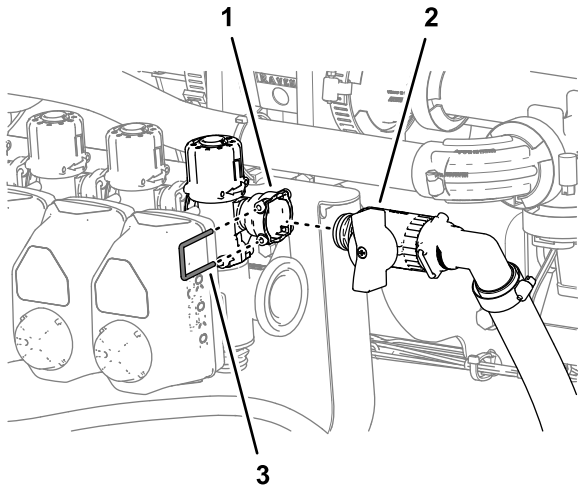

Figura 114
1. Monte a união de desligação rápida da válvula de bloqueio de distribuição com a união de desligação rápida (tomada) da válvula de distribuição (Figura 114).
2. Prenda as uniões de desligação rápida da válvula de bloqueio de distribuição e da válvula de distribuição com o retentor (Figura 114) que removeu no passo 3 de [Posicionar as válvulas de distribuição – máquinas com o kit de varinha manual opcional ou o kit de cilindro de tubagem eléctrico opcional](#) (página 48).